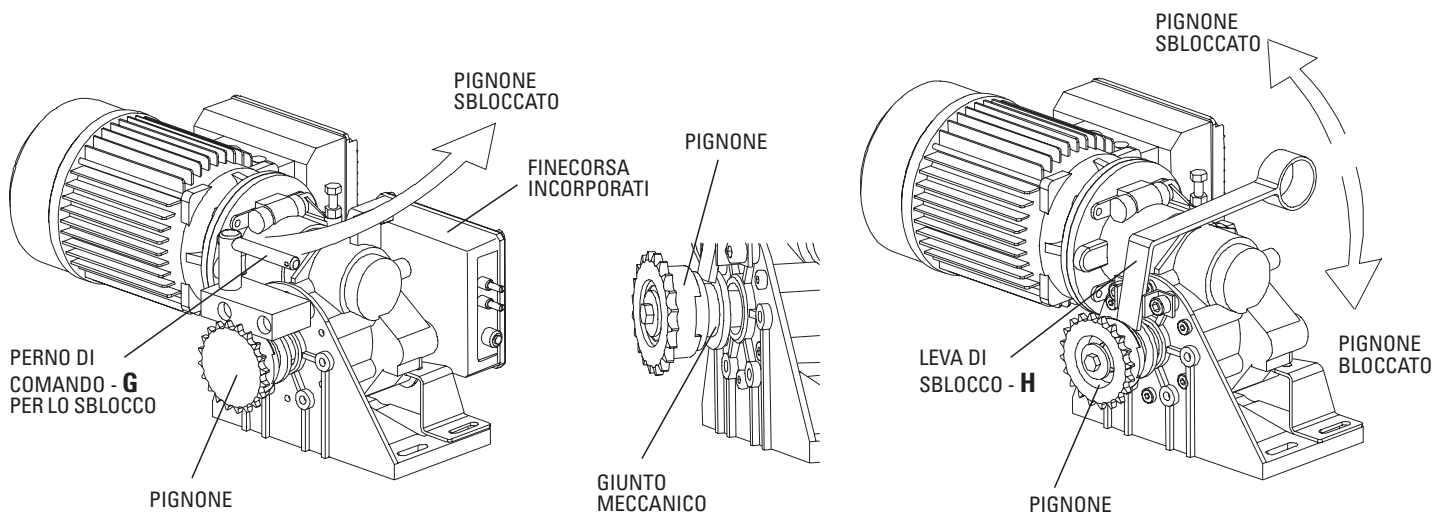
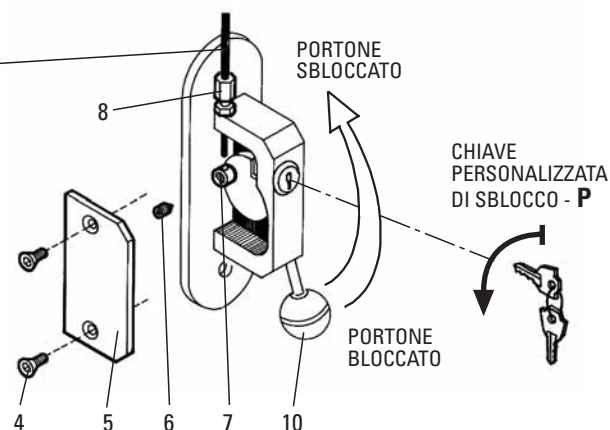

FIG. 10
FIG. 18
- Per il **MEC 200 LB con sblocco a fune** (versione C e D Fig.1 pag.2) bisogna ruotare il **perno di comando -G** in modo tale che il **giunto meccanico** sia scollegato dal **pignone** (Fig.10), ciò è reso possibile collegando il comando di sblocco manuale mediante la propria fune metallica (vedi "Installazione sblocco a fune", Fig.18, pag.7).
- Per il **MEC 200 LB con sblocco a leva** (versione A e B Fig.1 pag.2) bisogna alzare la **leva -H** in modo tale che il **giunto meccanico** sia scollegato dal **pignone** (Fig.10)
IMPORTANTE: Con il MEC 200 LB con finecorsa incorporati una volta sbloccato manualmente il portone, prima di bloccarlo (riaggancio del giunto meccanico al pignone Fig.10 pag.5), bisogna posizionare le ante del portone nella medesima posizione prima dello sblocco; così facendo si colloca il **tastatore mobile - I** nella posizione corretta.
- Infilare il **cavo di acciaio -N** nel foro del **perno di comando (1)** e nel **morsetto (2)** (Fig.18)
- Stringere a fondo la vite (3)
- Nel **supporto di comando** per lo sblocco svitare le due viti (4) per togliere il **coperchio (5)**
- Svitare il **grano di fermo cavo (6)**
- Infilare il **cordino di acciaio** nel **morsetto (7)** con la **leva** in posizione di blocco (leva tutta abbassata)
- Stringere a fondo il **grano di fermo (6)**
- Registrare bene in tensione il **registro** e il **dado esagonale (8)** e (9).
Per l'apertura manuale del portone con lo sblocco a fune è necessario prima rendere libera la **leva a pomello (10)**, inserendo e girando in senso antiorario la **chiave personalizzata-P**, quindi alzare la **leva a pomello (10)** e il pignone si renderà libero dal MEC 200 LB (Fig.18).